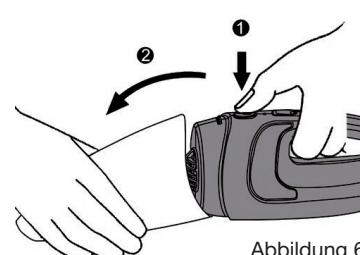

Abbildung 6
1. Drücken Sie auf den Knopf zum Öffnen des Behälters, um ihn vom Motorblock zu trennen (Abb. 6).